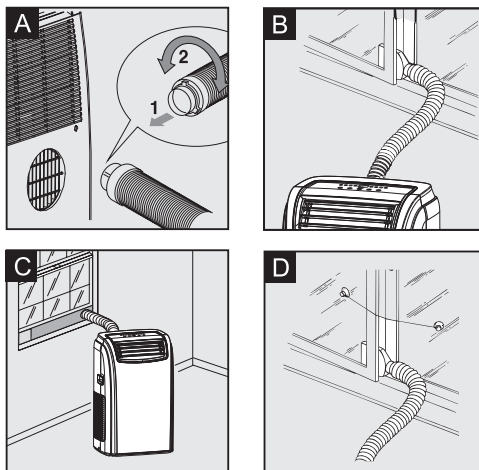

Рис. 5
1. Распрямите гибкий воздуховод, установите впускное и выбросные сопла, подключите шланг-воздуховод к прибору (Рис. 5А)
3. Поместите шланг-воздуховод в окно (Рис. 5В).
4. Для окна с вертикальными ставнями вначале зафиксируйте кронштейн в проеме окна с помощью шурупа, затем подсоедините выпускное сопло к кронштейну (Рис. 5С);